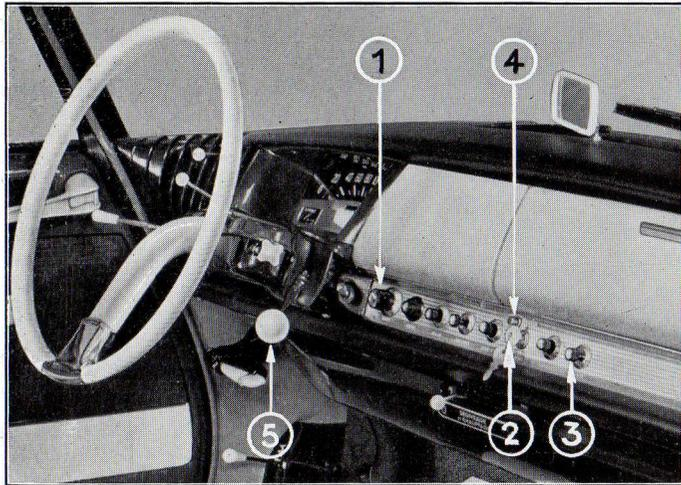
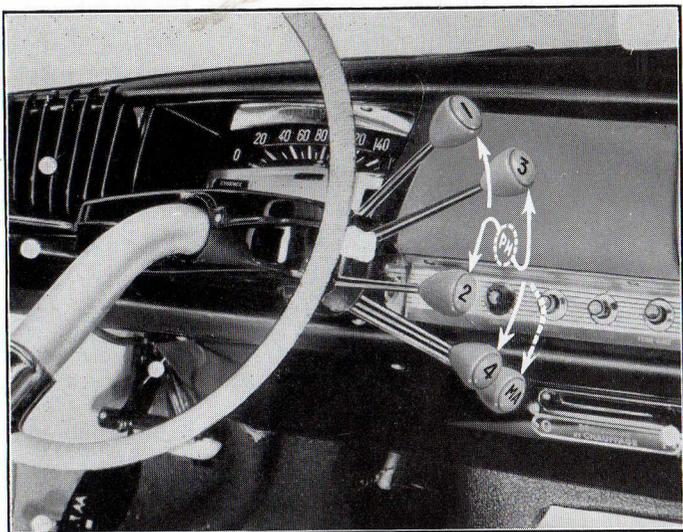

Figure 4
Figure 5
Assurez-vous que le levier de commande des vitesses **5** (fig. 4) est au point mort (fig. 5).
Mettez le contact (clef en **2**, fig. 4).
Laissez le correcteur d'avance **1** (fig. 4) à la position de marche, telle qu'elle est déterminée à la page 12, § 4.
**Lorsque le moteur est froid :** tirez à fond la commande du starter **3** (fig. 4) et appuyez sur le bouton de commande du démarreur **4** (fig. 4) sans toucher à l'accélérateur. Si
Débrayez à fond. Manœuvrez sans brutalité le levier **5** (fig. 4) situé sous le volant.
Le levier de commande des vitesses peut se déplacer dans trois plans parallèles (fig. 5).